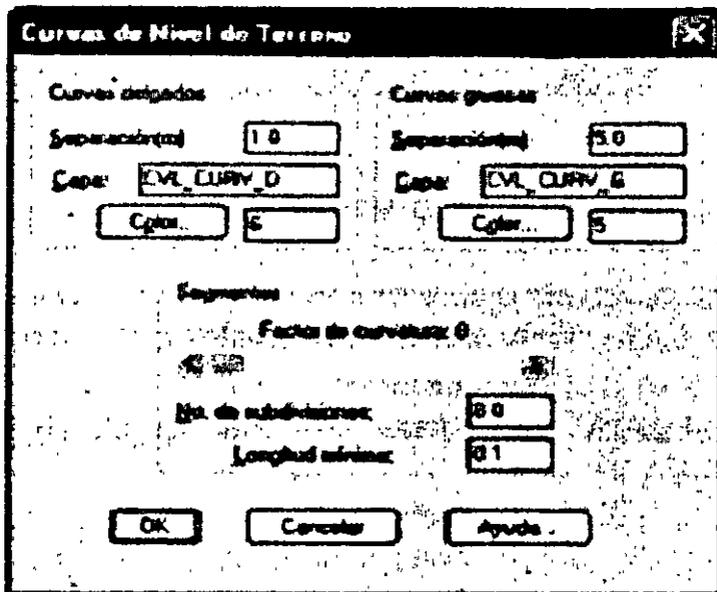

Fig. 21: Caja de diálogo curvas de nivel
7. Seleccione generar curvas de nivel del menú principal, aceptando los valores que aparecen en la caja de diálogo correspondiente (fig. 21). Después de desaparecer la caja de diálogo, seleccione la triangulación generada. NOTA: Se pueden seleccionar las triangulaciones por medio de una ventana de selección sin importar que se incluyan otros objetos, ya que el programa filtra de la selección los objetos válidos.